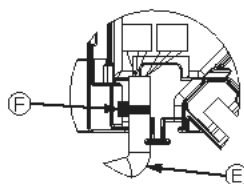

Fig. 10-10
- Montera buntbandet som håller lamellmotors kabel i anslutningsdosan som visas i bilden. (Fig. 10-10)